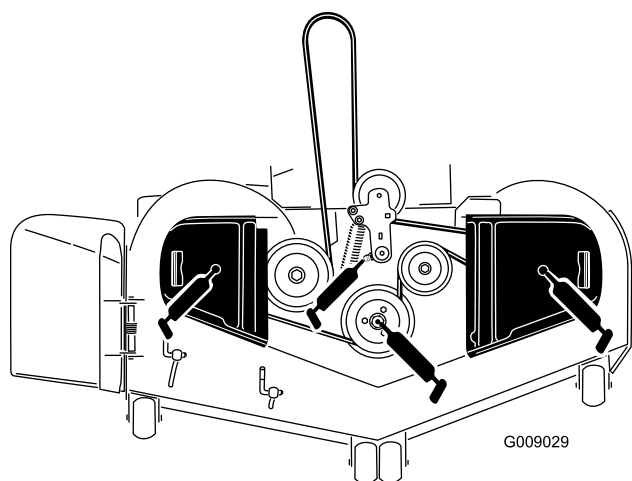

Figure 43
3. Graissez le pivot de la poulie de tension du plateau de coupe jusqu'à ce que la graisse ressorte par le bas (Figure 43).
4. Graissez les graisseurs sur le haut des 3 roulements d'axes jusqu'à ce que la graisse ressorte (Figure 43).
5. Graissez le bras de la poulie de tension de la courroie d'entraînement (Figure 43).